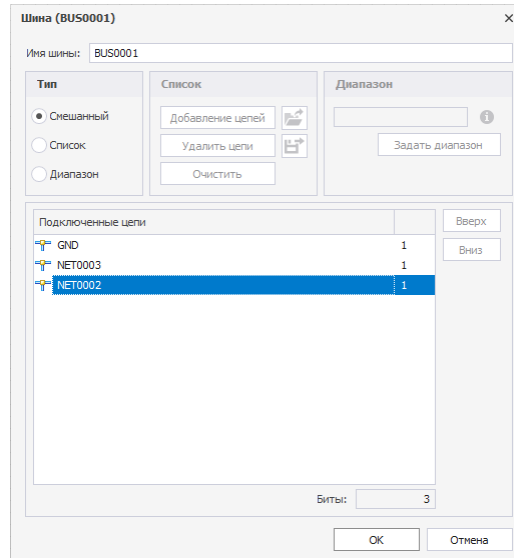

Рис. 113 Переименование шины в окне «Шина»
- Из контекстного меню шины. Для этого необходимо в контекстном меню выбрать пункт «Цепи» и в появившемся окне «Шина» ввести новое имя в строке «Имя шины», см. Рис. 113.